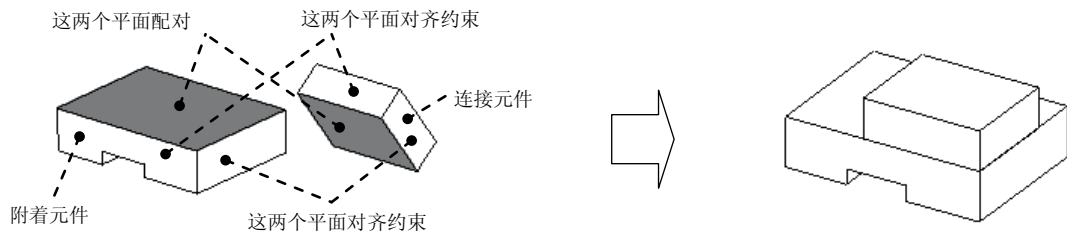
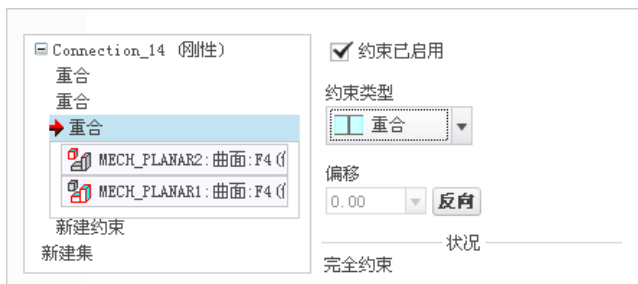

图 9.2.22 刚性 (Rigid) 接头
图 9.2.26 “重合”约束参考
刚性接头如图 9.2.22 所示, 它在改变底层主体定义时将两个元件粘接在一起。在这种类型的接头中, 连接元件和附着元件间没有任何相对运动, 它们构成一个单一的主体。
- (2) 单击操控板菜单中的 放置 选项卡。
- (3) 定义“重合”约束（一）。分别选取图 9.2.22 中的两个平面。重合 约束的参考如图 9.2.24 所示。
- (4) 定义“重合”约束（二）。选取图 9.2.22 中的两个要对齐的表面。重合 约束的参考如图 9.2.25 所示。
- (5) 定义“重合”约束（三）。选取图 9.2.22 中的另外两个要对齐的表面。重合 约束的参考如图 9.2.26 所示。